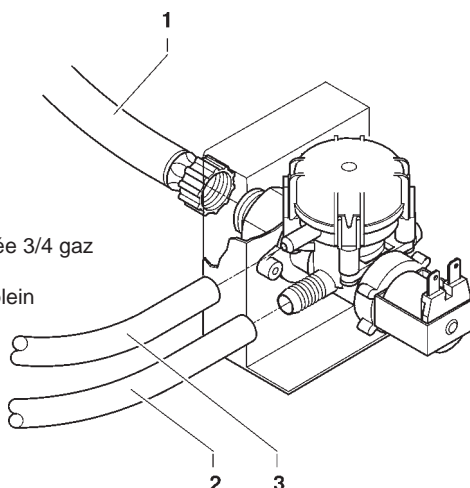

Fig. 16
Avec un tube approprié, à même de supporter la pression de réseau, et du type reconnu pour emploi alimentaire avec un diamètre interne d'au moins 6 mm, relier le réseau au raccord 3/4" gaz de l'électrovanne de l'arrivée d'eau (voir fig. 16).
L'électrovanne d'entrée de l'eau (voir fig. 16) est équipée d'un dispositif anti-débordement, qui bloque mécaniquement l'entrée d'eau lors d'une panne de l'électrovanne ou du mécanisme de contrôle du niveau d'eau dans la chaudière.
- dévisser l'écrou de fixation du tuyau d'alimentation de l'électrovanne pour décharger la pression résiduelle du réseau puis le resserrer (voir fig. 16) ;